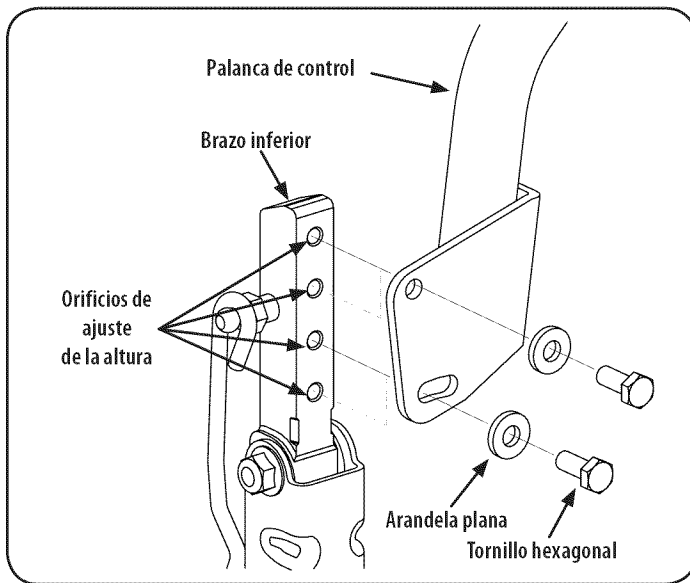

Figura 28
2. Mientras sostiene la palanca de control para evitar que caiga, quite el tornillo hexagonal y la arandela plana de la base de la palanca de control y del brazo inferior. Consulte la Figura 28.
1. Afloje el tornillo hexagonal si aún no lo aflojaron y rote la palanca de control hacia adelante o hacia atrás a la posición deseada. Vea la Figura 28.
5. Tire de los pasadores de liberación de la plataforma hacia afuera y ubique la plataforma según sea necesario para alinear los orificios de los brazos de elevación de la plataforma con los pasadores. Refer a la Figura 28.